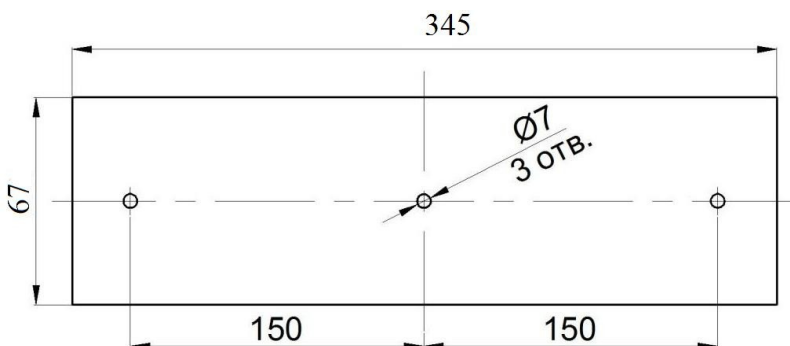

Рис. 5 Установочные размеры крепежной площадки модуля «ТРВ-Гарант»-14,5-ГЗ-ВД во взрывозащищенном исполнении.
5.6 Координаты отверстий для крепления показаны на рис. 5. Допускается устанавливать крепежную площадку с помощью дюбелей и шурупов диаметром 6 мм длиной не менее 40 мм.